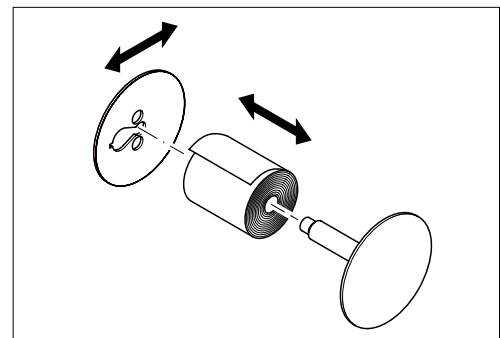

Abb. 3
2. Schmale Seite der Spule abnehmen, siehe Abb. 3.
3. Journalrolle von der Spule abziehen, siehe Abb. 3.